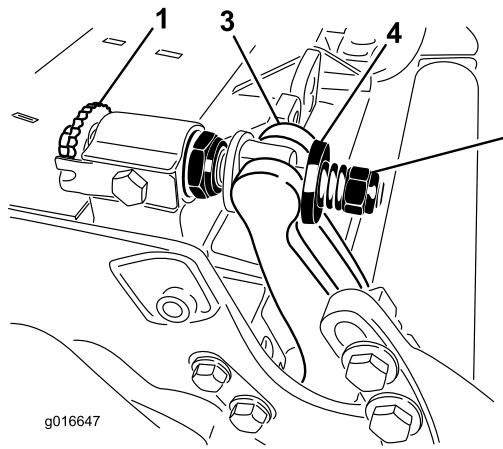

Рисунок 34
1. Поворачивайте регулировочные винты планки неподвижного ножа против часовой стрелки, чтобы отодвинуть неподвижный нож от барабана (Рисунок 34).
2. Отвинчивайте гайку натяжения пружины до тех пор, пока шайба больше не будет нажимать на планку неподвижного ножа (Рисунок 34).